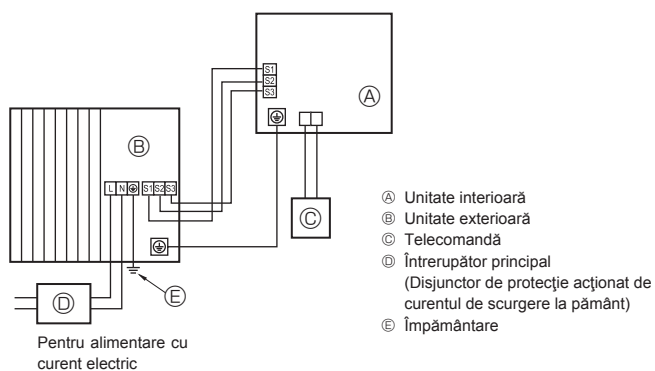
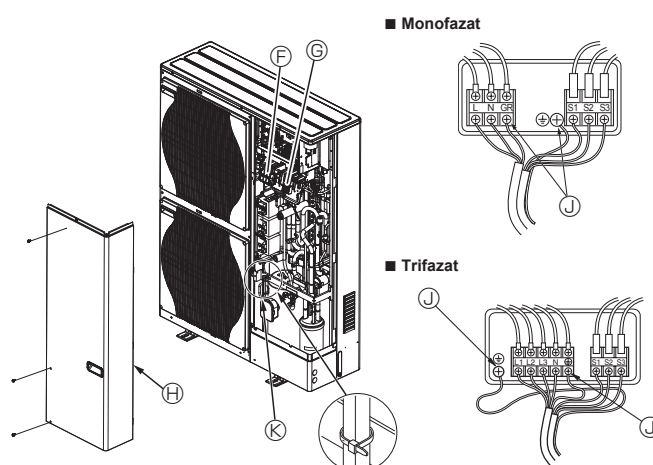

Fig. 5-1
Fig. 5-2
5.1. Unitatea exterioară (Fig. 5-1, Fig. 5-2)
- ① Demontați panoul de întreținere.
- ② Conectați cablurile respectând instrucțiunile din Fig. 5-1 și Fig. 5-2.